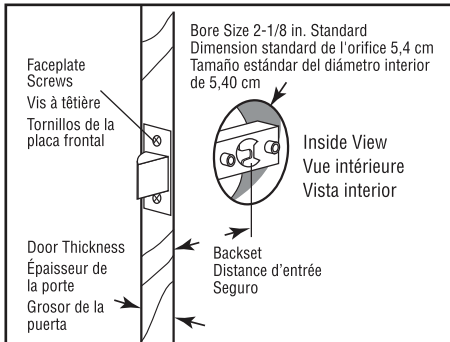
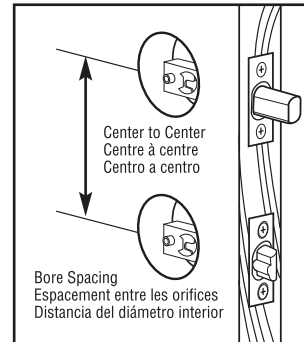

Fig. 1A
Fig. 1B
Step 1: Check to be sure this unit matches the backset, door thickness and bore size for your installation. (Fig 1A) For combination deadlatch and deadbolt models, check bore spacing, center to center. (Fig 1B)
Étape 1 : Vérifiez que cet article convient à la distance d'entrée, à l'épaisseur de la porte et à la dimension des orifices (Fig. 1A). Pour les modèles à pêne demi-tour à cran d'arrêt ou à pêne dormant à actionnement combiné, vérifiez l'espacement des orifices de centre à centre (Fig. 1B).
Paso 1: Asegúrese de que esta unidad coincida con el seguro, el grosor de la puerta y el tamaño del diámetro interior para su instalación (Fig. 1A). Para instalar los modelos de aldabas y cerraduras con pestillo, revise la distancia entre estos aditamentos y el diámetro interior, de centro a centro (Fig. 1B).